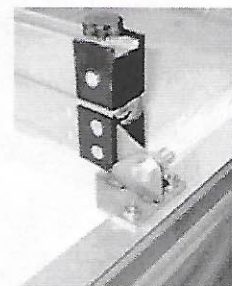

Abbildung 1
6. Montieren Sie die Leiter mit vier 6mm Schrauben an den an den Zeltboden. Schrauben Sie jede Leiterhalterung an den Zeltboden, benutzen Sie dabei die vorgebohrten Löcher. Siehe Abbildung 1